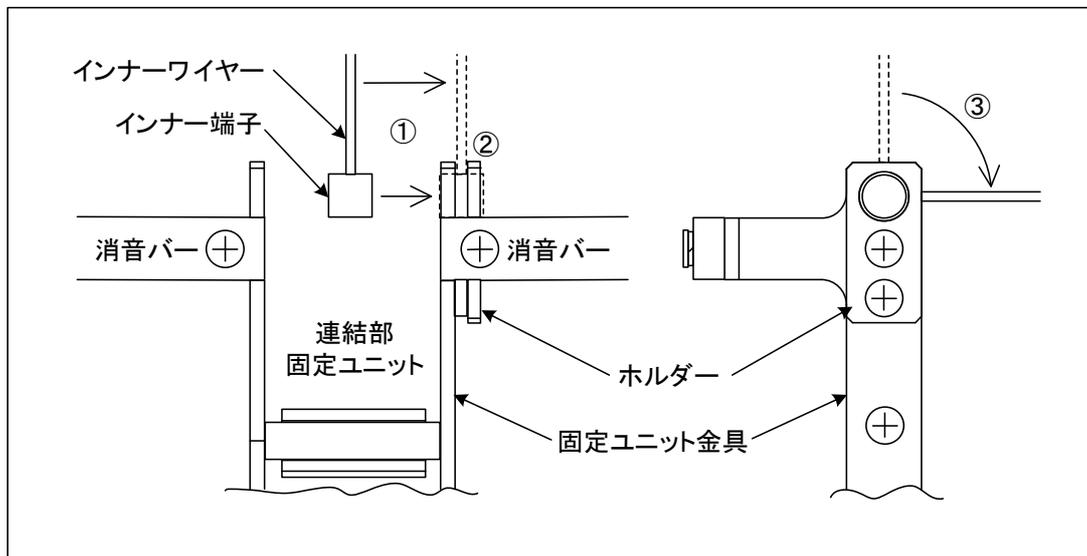

図4.5-3 連結部へのワイヤーの掛け方
- (2) 棚板にあけた穴から消音レバーのワイヤー部のインター端子をピアノ内部へ引き入れて、前框に仮固定しておく。
(3) 箎を棚板に仮置きし、ワイヤー部を連結部へ図4.5-3の様にして取り付ける。
- ① 連結部内側より固定ユニット金具の切り欠きにインナー端子とインナーワイヤーを通して、ホルダーにインナー端子を取り付ける。
- ② インナーワイヤーが固定ユニット金具とホルダーの間になっている事を確認する。
- ③ インナーワイヤーを90°回転させて、インナー端子が抜けないようにする。